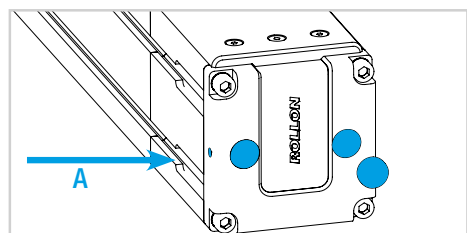

図 8
- 8) 固定ネジの保護キャップを外し、A セットスクリューを緩めます (図 8)。